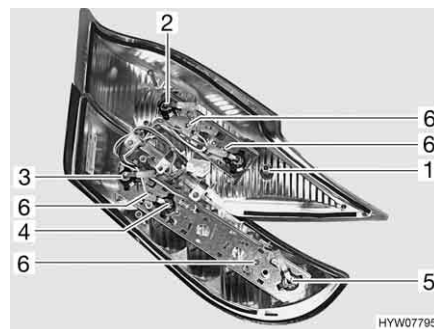

Fig. 238 Luci posteriori (lato posteriore)
- Svitare le due viti Torx (Fig. 238,6) del rispettivo listello di supporto poste sul lato posteriore dell'involucro.